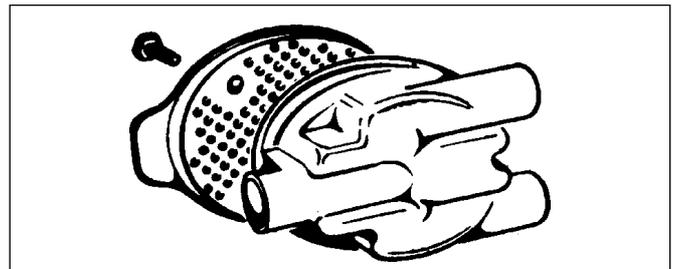

Abb. 4
- Um den Luftfilter auseinanderzubauen, entfernen Sie zunächst den Geräuschdämpfer mit dem Gehäusedeckel (Abb. 4).
**ANMERKUNG** - Die innenliegenden Geräuschdämpferlöcher (Abb. 4) müssen stets vollkommen sauber sein und keinerlei Formfehler (Formgrate) ausweisen, da sich diese andernfalls nachteilig auf den Verbrennungsvorgang auswirken können.